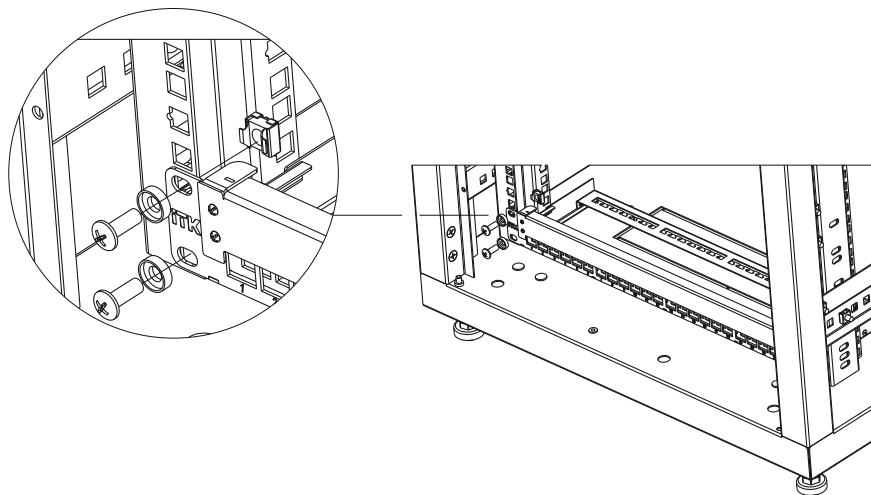

Рисунок 3 – Монтаж патч-панели в шкаф / Figure 3 – Mounting the patch panel in the cabinet
- закрепить патч-панель в 19-дюймовую стойку или шкаф при помощи винтов и контактных шайб М6 из комплекта поставки (рисунок 3).
– fix the patch panel into a 19-inch rack or cabinet, using screws and contact washers M6 from the delivery set (figure 3).